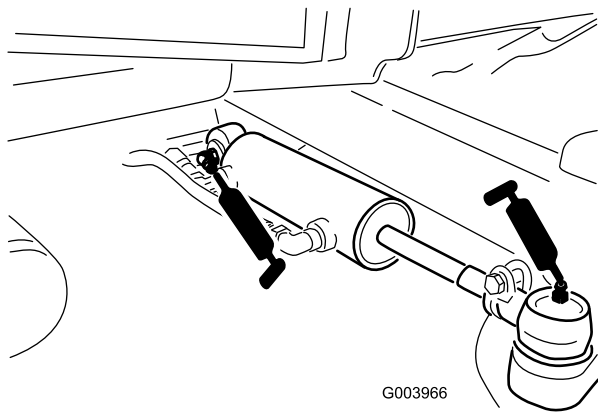

Figura 49
- Articulaciones esféricas del cilindro de dirección (2) (Figura 49)